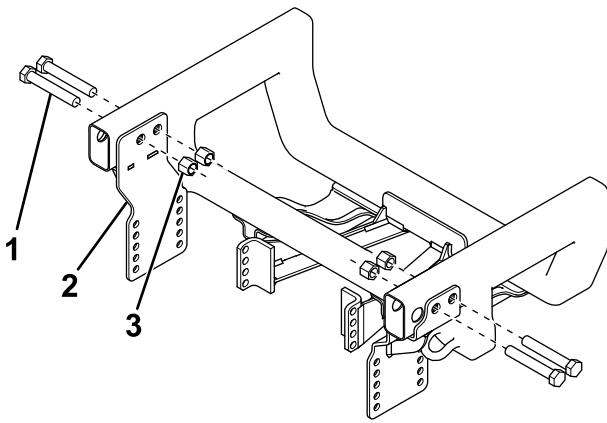

Figure 2
6. Fixez les supports latéraux au cadre du véhicule avec 4 boulons ($\frac{3}{4}$ po) et 4 écrous (Figure 2).